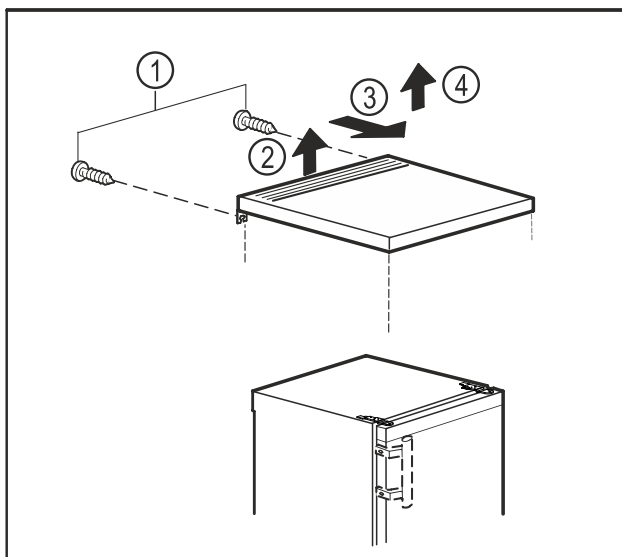

Fig. 10
- Ta bort skruvar på baksidan. Fig. 10 (1)
- Lyft topplatta baktill. Fig. 10 (2)
- Skjut topplatta framåt. Fig. 10 (3)
- Lyft av topplattan uppåt. Fig. 10 (4)